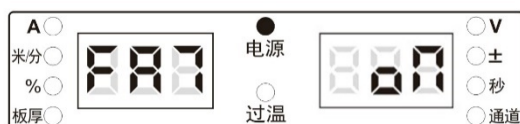

图 4-7 FA7 显示界面
1. 进入内部菜单，调节焊接电源面板旋钮至 FA7，如图 4-7 所示。